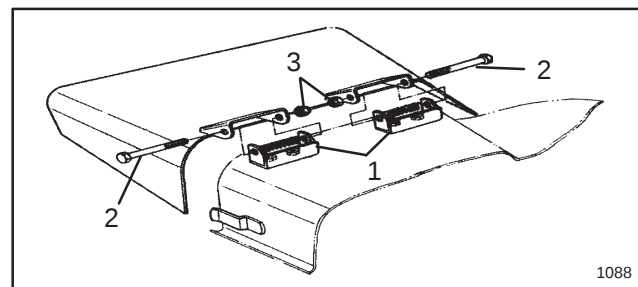

Figure 3
1. Retirer les boulons à tête, les contre-écrous et les ressorts de fixation du déflecteur aux supports de pivotement, et déposer le déflecteur (Fig. 3).
2. Retirer les boulons de carrossier, les rondelles-freins et les écrous de fixation au carter des supports de pivotement (Fig. 3).